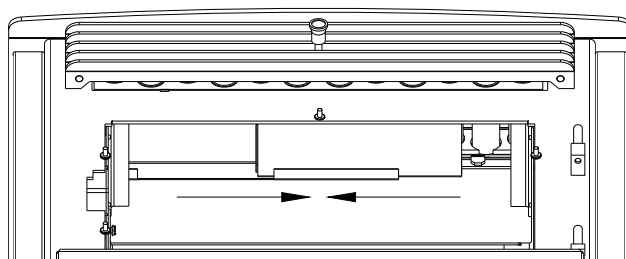

Figure 20
- Ouvrez la porte et enlevez le coupe-feu du poêle. Glissez les 2 parties mobiles, vers le centre (Figure 20) Fermez la porte.